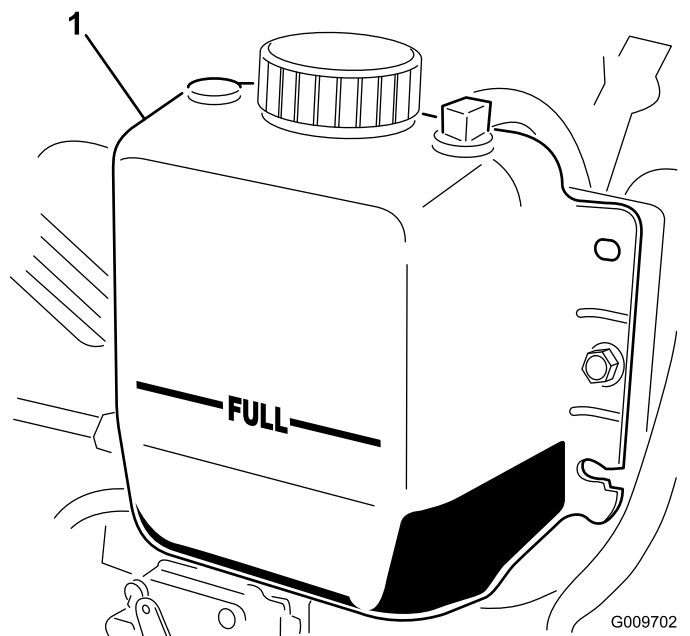

Figura 90
2. Verifique o nível do líquido de arrefecimento do radiador. O radiador deverá encontrar-se cheio de líquido até ao cimo do tubo de enchimento e o nível do líquido no depósito de expansão deverá atingir a marca CHEIO (Figura 90).